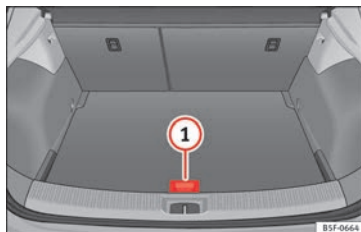

Abb. 178 Gepäckraum: variabler Gepäckraumboden
- Heben Sie den variablen Gepäckraumboden am Haltegriff »» **Abb. 178 ①** an, ziehen Sie ihn und drücken Sie ihn zur Rücksitzlehne, bis der bewegliche Teil des Bodens auf diesem ruht.